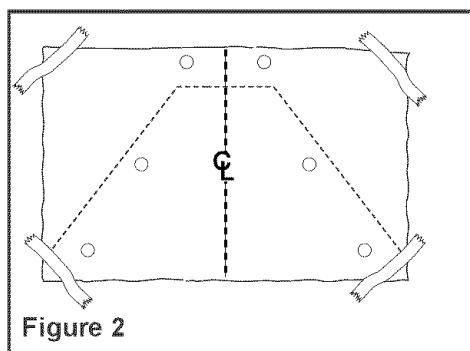

Figure 2
3. Fixer le gabarit de perçage avec du ruban adhésif, en faisant correspondre l'axe du plan de cuisson avec le fond de la hotte, comme illustré dans la Figure 2.